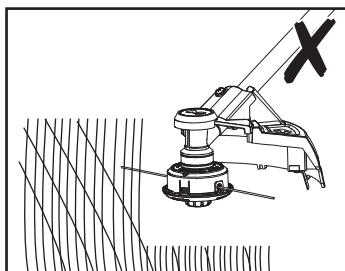

Rys. 19
1. Zamontować głowicę do przycinania (18) w celu przycinania mniejszych chwastów, trawników lub innych miękkich roślin. Upewnić się, że osłona (17) jest prawidłowo zamocowana.
4. Trzymać głowicę do przycinania (18) tuż nad ziemią pod kątem około 30° (rys. 19).